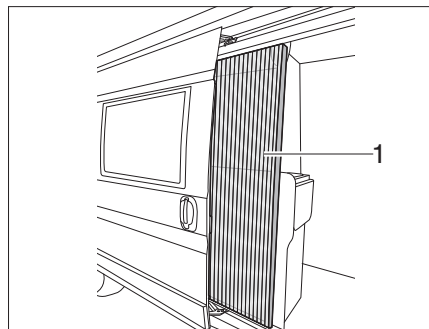

Bild 27 Insektenschutz
**Schließen:** ■ Insektenschutz an der Leiste (Bild 27,1) ganz herausziehen.
**Öffnen:** ■ Insektenschutz an der Leiste (Bild 27,1) in Ausgangsstellung zurückschieben.